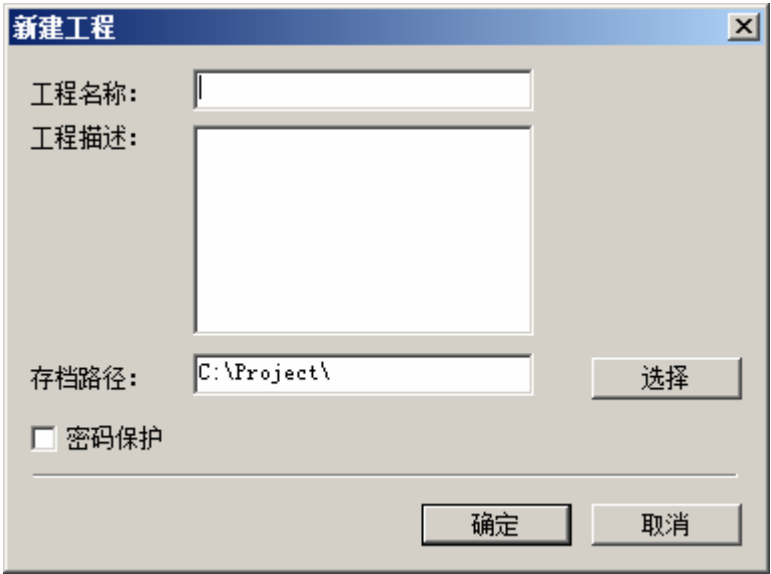

图 3-1 新建工程对话框
1. 选择菜单命令【文件/新建】或者单击工具栏按钮，弹出如图 3-1所示的新建工程对话框。